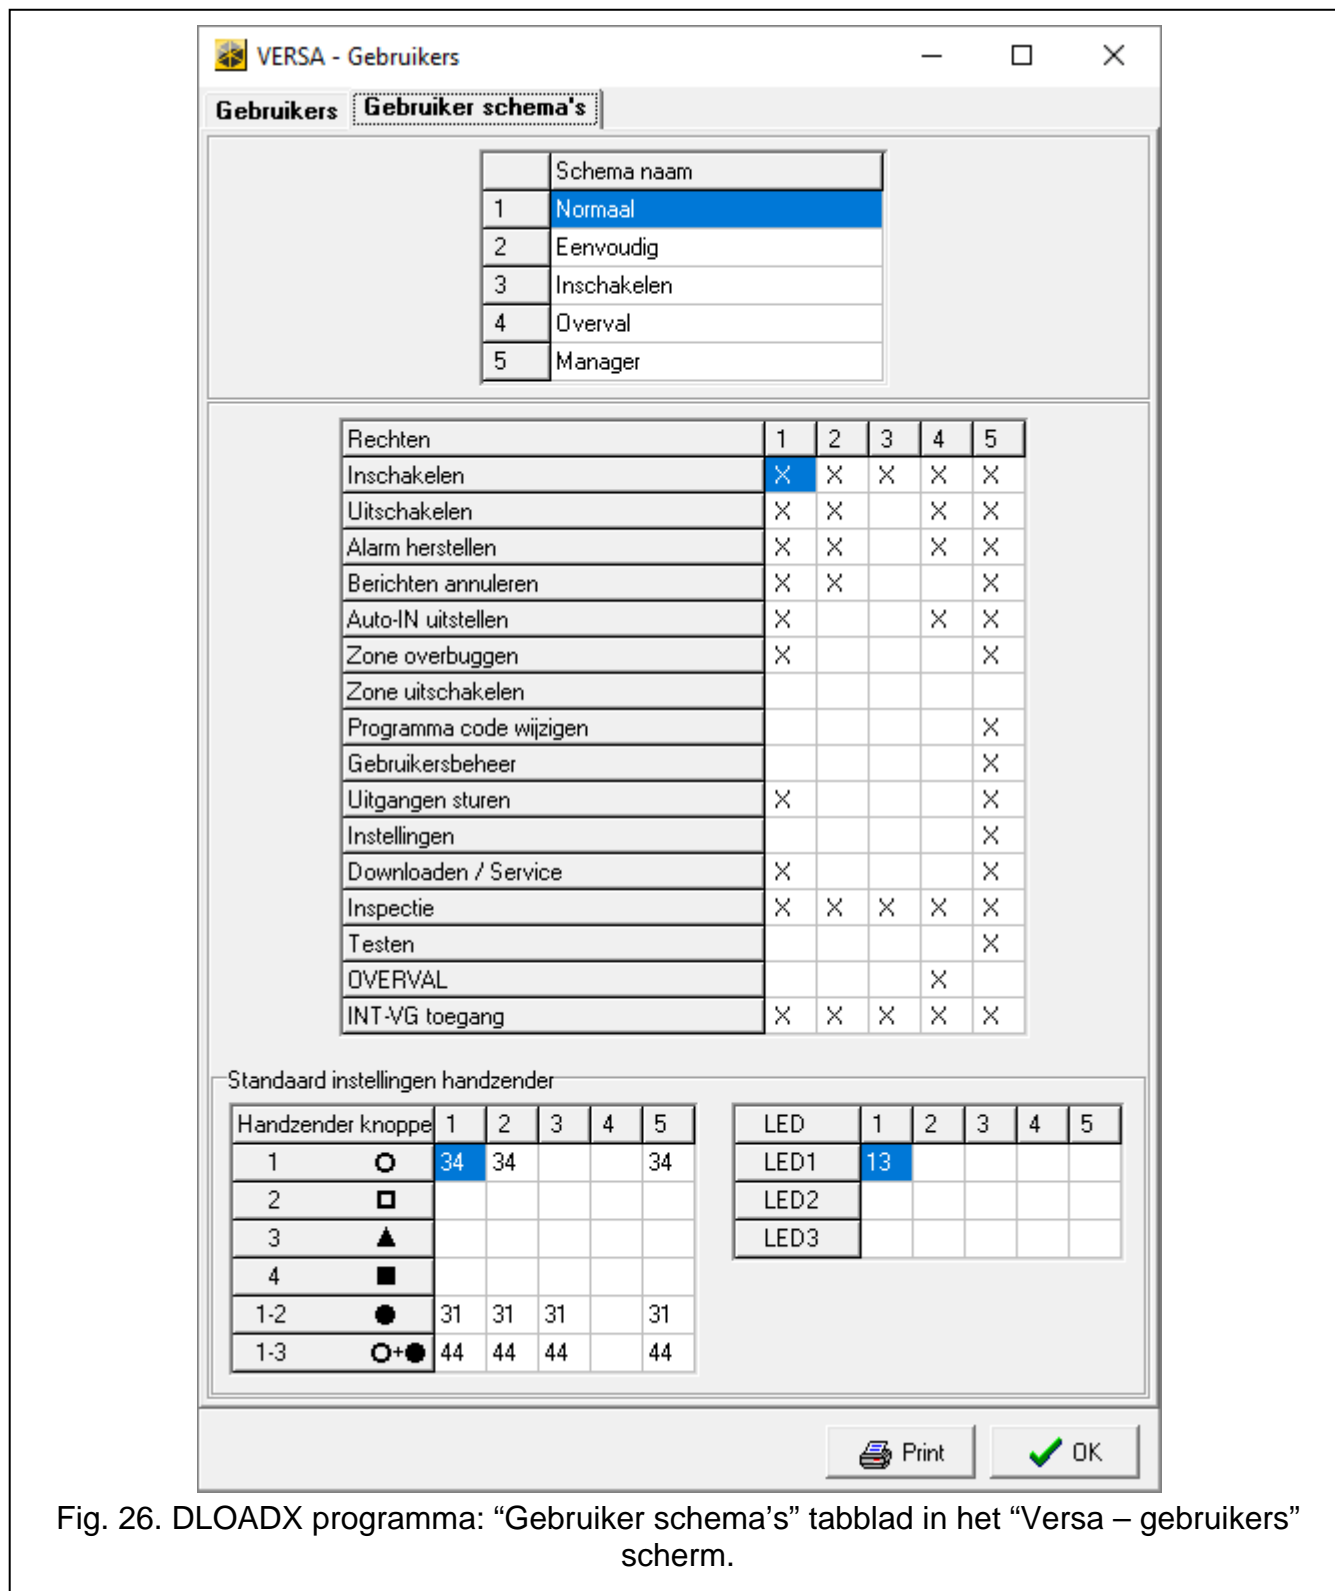

Fig. 26. DLOADX programma: "Gebruiker schema's" tabblad in het "Versa – gebruikers" scherm.
- DLOADX programma: "Versa – Gebruikers" scherm → "Gebruiker schema's" tabblad (Fig. 26).